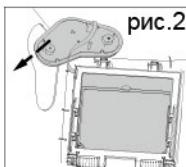
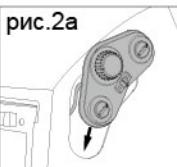

рис.2
рис.2a
- Осторожно вставьте наружную часть корпуса внешнего управления через боковое отверстие маски (см рис.2). Затем установите его в маску правильно (см рис.2a).